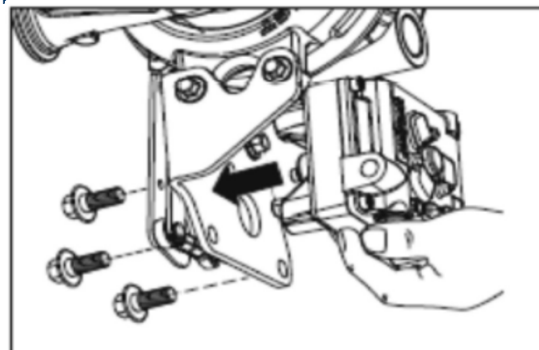

Рис.4
2.2.2 Вставьте винты крепления через кронштейн и вверните в актуатор без усилий, затем затяните с моментом 18 Нм, рис. 4